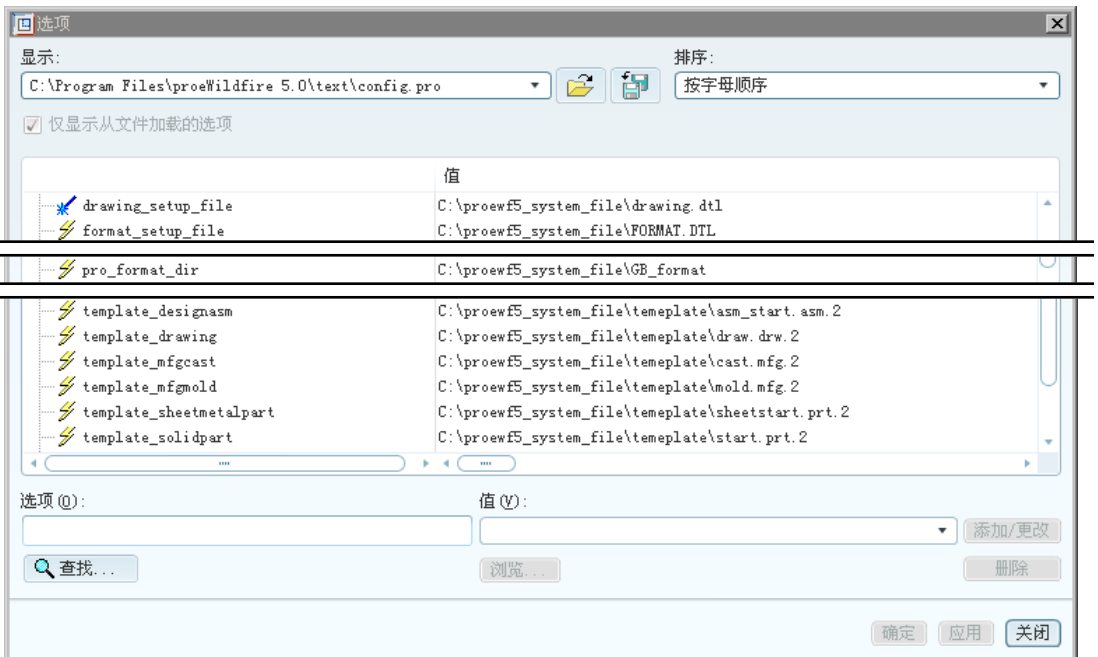

图 10.2.1 “选项”对话框
Step4. 选择下拉菜单 **工具(T)**  **选项(O)** 命令，系统弹出图 10.2.1 所示的对话框。
Step5. 设置配置文件 config.pro 中相关选项的值，如图 10.2.1 所示。
- (1) drawing_setup_file 的值设置为 C:\proewf5_system_file\drawing.dtl。
- (2) format_setup_file 的值设置为 C:\proewf5_system_file\format.dtl。
- (3) pro_format_dir 的值设置为 C:\proewf5_system_file\GB_format。
- (4) template_designasm 的值设置为 C:\proewf5_system_file\temeplate\asm_start.asm。
- (5) template_drawing 的值设置为 C:\proewf5_system_file\temeplate\draw.drw。
- (6) template_mfgcast 的值设置为 C:\proewf5_system_file\temeplate\cast.mfg。
- (7) template_mfgmold 的值设置为 C:\proewf5_system_file\temeplate\mold.mfg。
- (8) template_sheetmetalpart 的值设置为 C:\proewf5_system_file\temeplate\sheetstart.prt。
- (9) template_solidpart 的值设置为 C:\proewf5_system_file\temeplate\start.prt。
① 在图 10.2.1 所示的“选项”对话框中，先在对话框中部的选项列表中找到并单击选项 drawing_setup_file。